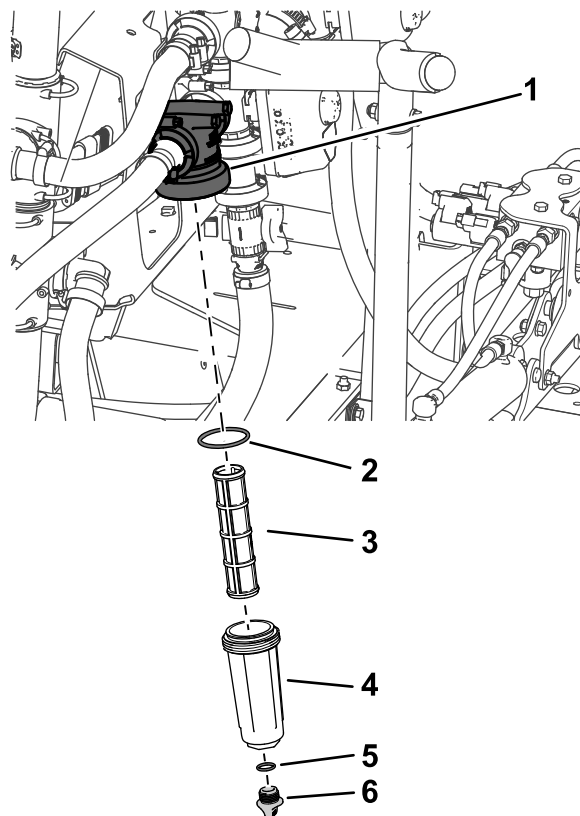

Figura 90
2. Coloque un recipiente de drenaje debajo del filtro de presión (Figura 90).
3. Gire el tapón de vaciado en sentido antihorario y retírelo de la cubeta del filtro de presión (Figura 90).
4. Enrosque la cubeta en sentido antihorario y retire la cabeza del filtro (Figura 90).
5. Retire el elemento del filtro de presión (Figura 90).
7. Inspeccione la junta del tapón de vaciado (situada dentro de la cubeta) y la junta de la cubeta (situada dentro de la cabeza del filtro) en busca de daños o desgaste (Figura 90).
8. Instale el elemento del filtro de presión en la cabeza del filtro (Figura 90).
9. Instale la cubeta en la cabeza del filtro, y apriétela a mano (Figura 90).
10. Coloque el tapón de vaciado en el acoplamiento inferior de la cubeta, y apriete el tapón a mano (Figura 90).